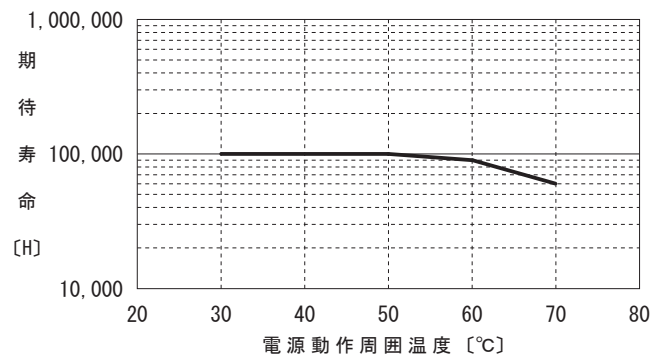

図3.1 ファン期待寿命
- 使用条件によってはファンの期待寿命 (R(t)=90%)は図3.1のようになります。